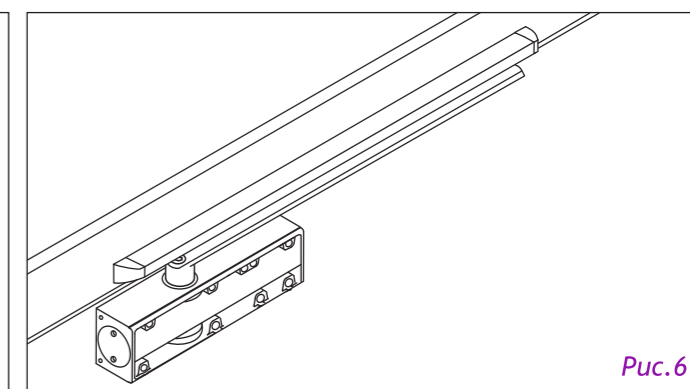

Рис.6
6. Доводчик в собранном виде показан на (рис.6);